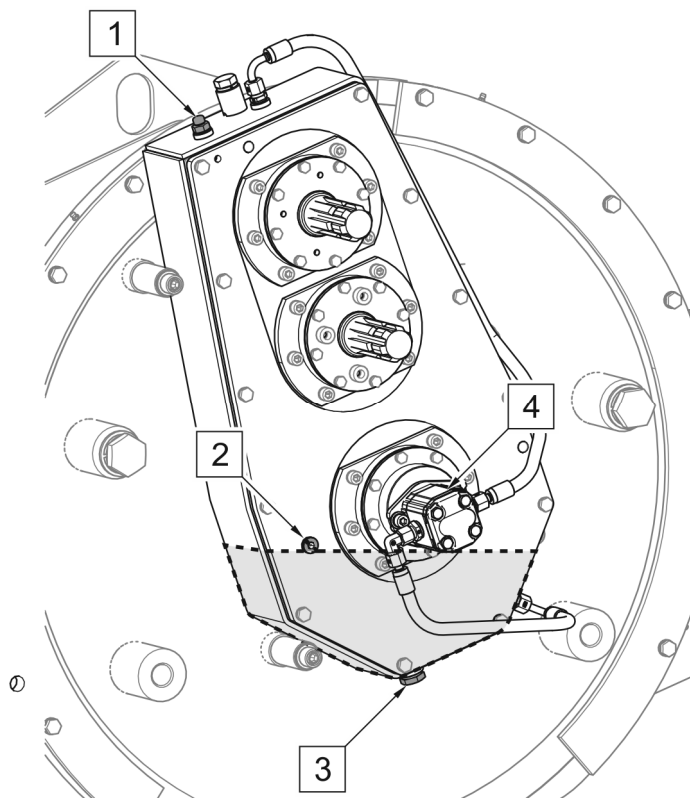

РИСУНОК 5.1 Проверка и замена масла в главной передаче
Главная передача (РИСУНОК 5.1) на заводе заполнена трансмиссионным маслом класса SAE 90. Главная передача оснащена циркуляционной системой смазки с масляным насосом (4).
Техническое обслуживание передачи включает в себя периодическую проверку и замену масла. Для проверки уровня масла в главной передаче следует (РИС. 5.1):
- открутить контрольную пробку (2) (РИСУНОК 5.1),
- уровень масла должен достигать до нижнего края отверстия контрольной пробки (2),
- при необходимости долить масло через заливную пробку (1).
Масло лучше всего менять сразу после эксплуатации, пока передача тёплая и в ней присутствуют все загрязняющие вещества. Перед заменой масла в передаче следует (РИСУНОК 5.1):